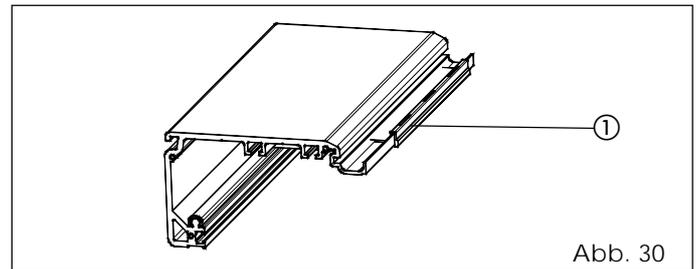

Abb. 30
- Drei Abstandhalter auf die äußere Kante des Stützprofils (Abb. 30 - Bez. ①) setzen und an den Enden, sowie in der Mitte positionieren.